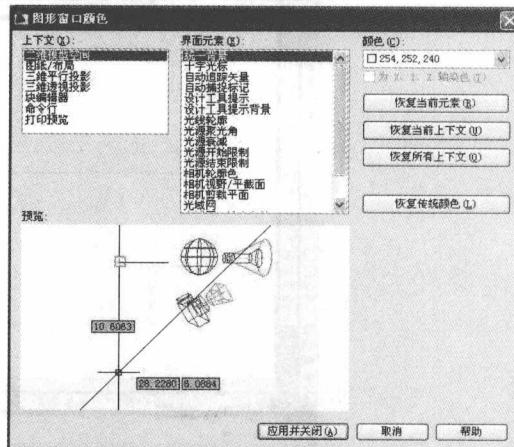

图 1-7 “图形颜色”对话框
- (3) 打开“显示”选项卡，在“窗口元素”选项组中单击“颜色”按钮，弹出如图 1-7 所示的“图形颜色”对话框。